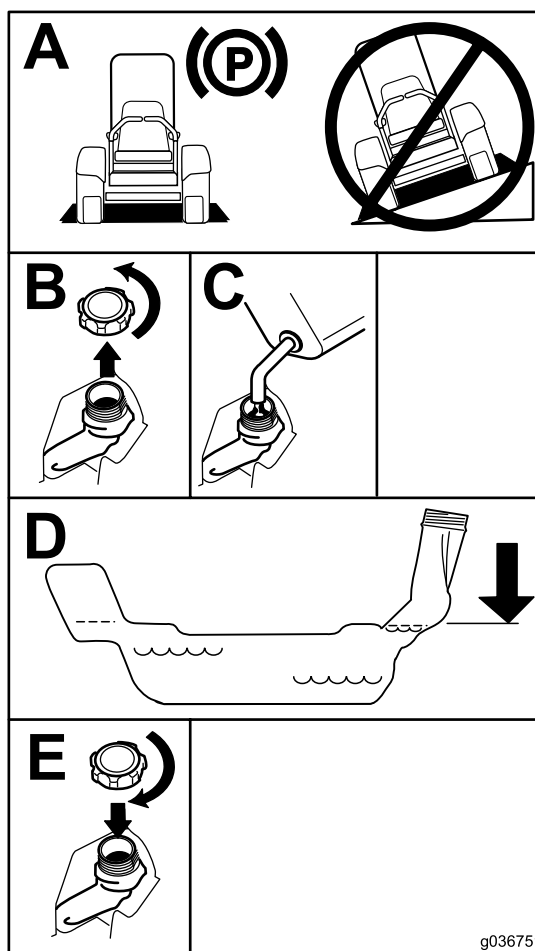

Figura 7
5. Umpleți rezervorul de combustibil până la partea inferioară a bușonului (Figura 7).